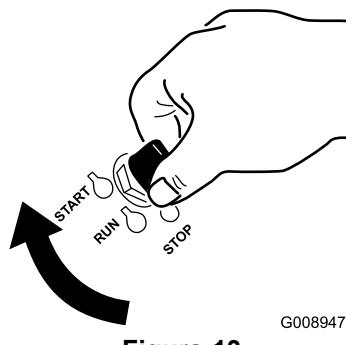

Figura 13
- Gire la llave de contacto a la posición de Arranque (Figura 13). Cuando el motor arranque, suelte la llave.